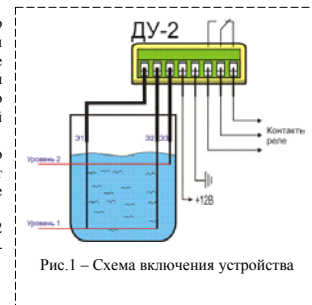

Рис. 1 – Схема включения устройства
4.1. Вскройте корпус устройства, удалив на боковой стороне наклейку с фирменным логотипом. Разместите чувствительные элементы в местах возможного появления влаги. Соедините чувствительные элементы с преобразователем по схеме подключения, приведенной на рис. 1.
4.3. Если в емкости нет воды, ДУ-2 автоматически включит насос. Когда вода достигнет уровня 2 (см. рис. 1) насос отключится и не будет работать до тех пор, пока расход воды не достигнет уровня 1.
Схема включения устройства приведена на рис. 1.